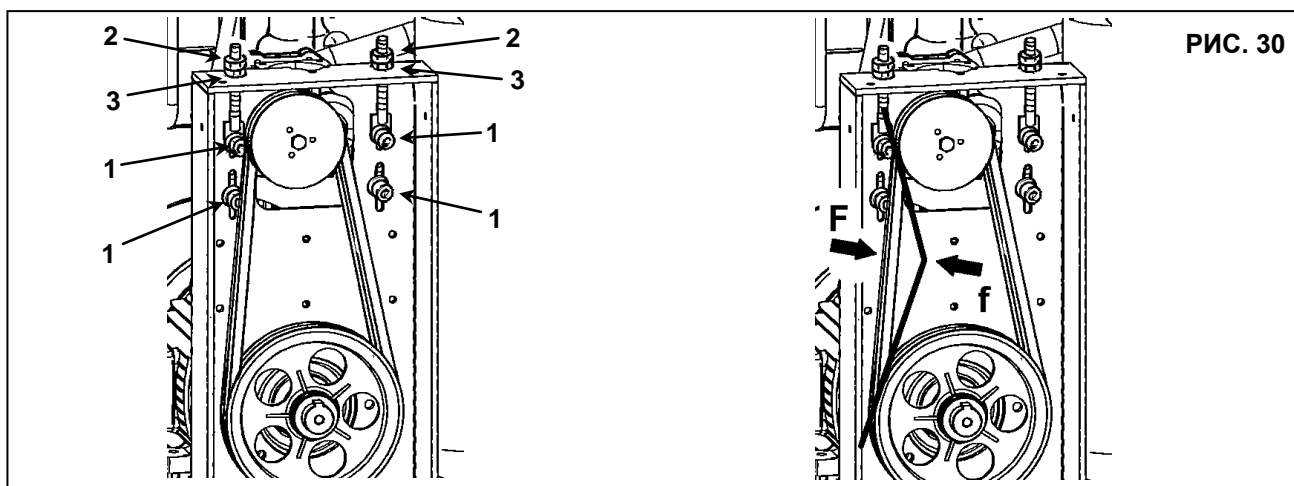

РИС. 30
- Ослабьте на пол-оборота винты (поз. 1, Рис. 30).
- Ослабьте контргайку (поз. 2, Рис. 30).
- Отрегулируйте натяжение ремня поворотом винта (поз. 3, Рис. 30)
- Затяните контргайку (поз. 2, Рис. 30)
- Затяните винты (поз. 1, Рис. 30)